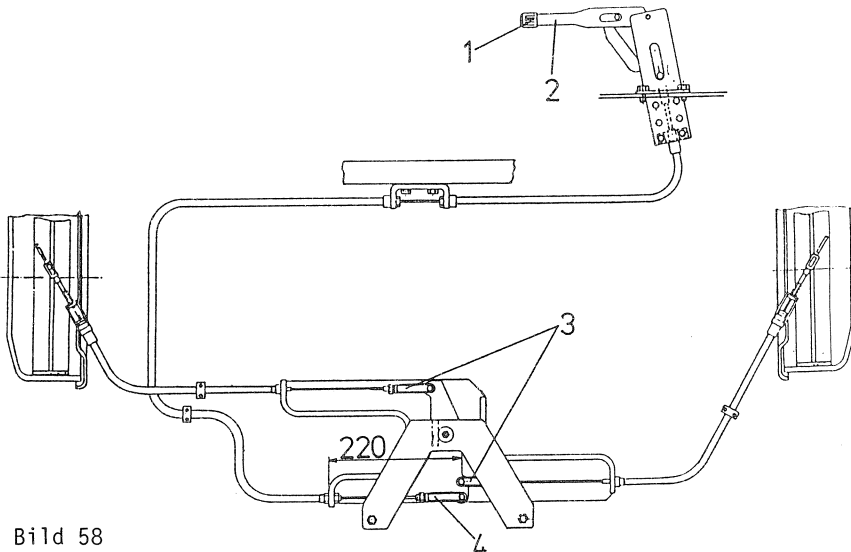

Bild 58
1. Handhebel (Bild 58/2) anziehen, wieder lösen und dann Einstellschraube (Bild 58/1) bis zum Anschlag rechtsherum drehen.
2. Gabelkopf des Handbremsseils (Bild 58/4) so einstellen, daß sich das Maß 220 ergibt.
3. Gabelköpfe der Radbremsseile (Bild 58/3) so einstellen, daß die Trommelbremsen leicht schleifen.
| 1. Pull hand lever (fig. 58/2), release it again and turn the adjustment screw (fig. 58/1) to the right until stop. | 1. Tirer la manette (fig. 58/2) et la relacher, puis tourner la vis d'ajustage (fig. 58/1) vers la droite jusqu'à la butée. |
| 2. Set fork head (fig. 58/4) of the parking brake cable to the measure 220. | 2. Régler la chape du câble du frein à (fig. 58/4) main de manière à obtenir la mesure 220. |
| 3. Set fork heads of the wheel brake (fig. 58/3) cable so that the drum brakes slip slightly. | 3. Régler les chapes des câbles des freins des roues (fig. 58/3) de telle sorte que les freins à tambour glissent légèrement. |